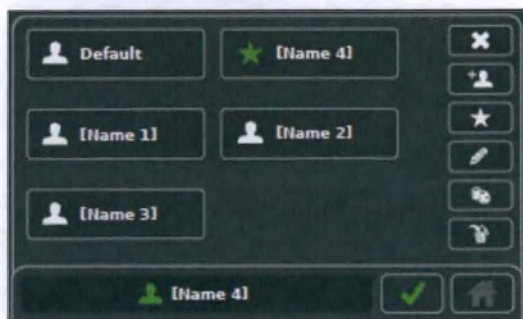

Рисунок 60 — Подтверждение избранного предварительно установленного параметра
4. Коснитесь кнопки «ПОДТВЕРДИТЬ», чтобы сохранить предварительно установленный параметр в качестве избранного, и выйдите из экрана (рисунок 60).